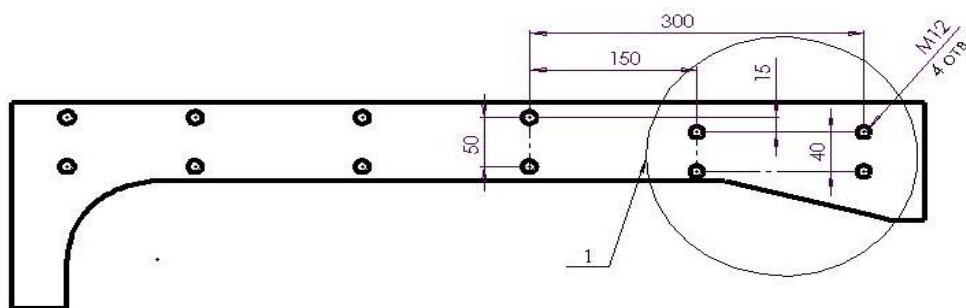

Рис. 7.
6.1.4. Доработать лонжероны трактора согласно рис. 7.